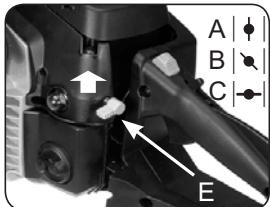

Fig. 7C
2. Tournez le levier jaune de l'étrangleur (E) en position OUVERT |•| (*Fig. 7C*).